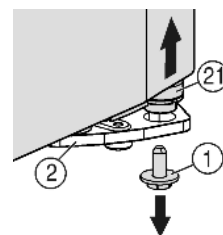
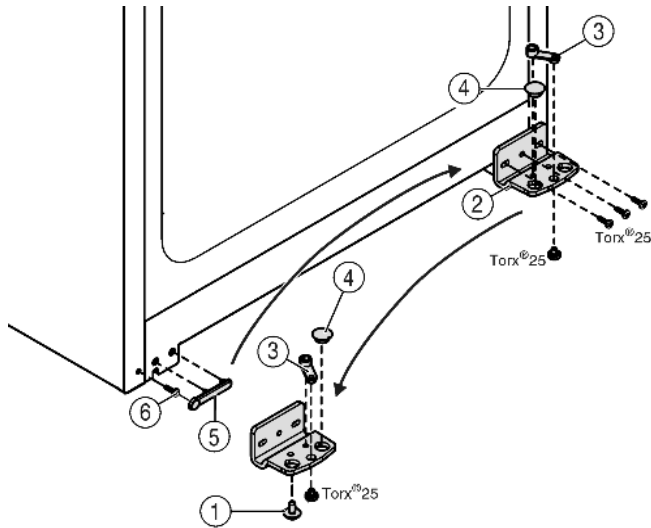

Fig. 5
Fig. 6
- ▶ Долу вдясно на лагерната стойка отвийте осигурителния винт Fig. 5 (1).
- ▶ Лагерният болт Fig. 5 (21) се освобождава от лагерната стойка Fig. 6 (2).
- ▶ Ако лагерният болт Fig. 5 (21) не се освободи, избутайте болта отдолу.
- ▶ Свалете лагерната стойка Fig. 6 (2).
- ▶ Развийте лагерния детайл Fig. 6 (3) и поставете в срещуположния поемащ отвор на лагерната опора, завийте отново.
- ▶ Извадете тапите Fig. 6 (4) от лагерната опора и ги преместете в срещуположния поемащ отвор на лагерната опора.
- ▶ Внимателно повдигнете покритието Fig. 6 (5) откъм дръжката.
- ▶ Развийте винта Fig. 6 (6) и го завинтете от другата страна.
- ▶ Поставете отново капака Fig. 6 (5).
- ▶ Завийте отново **здраво (с 4 Nm)** лагерната стойка Fig. 6 (2) от новата страна на шарнира, при нужда с помощта на акумулаторна отвертка.
- ▶ Завийте осигурителния винт Fig. 5 (1) долу в лагерния болт и го затегнете (**с 4 Nm**).